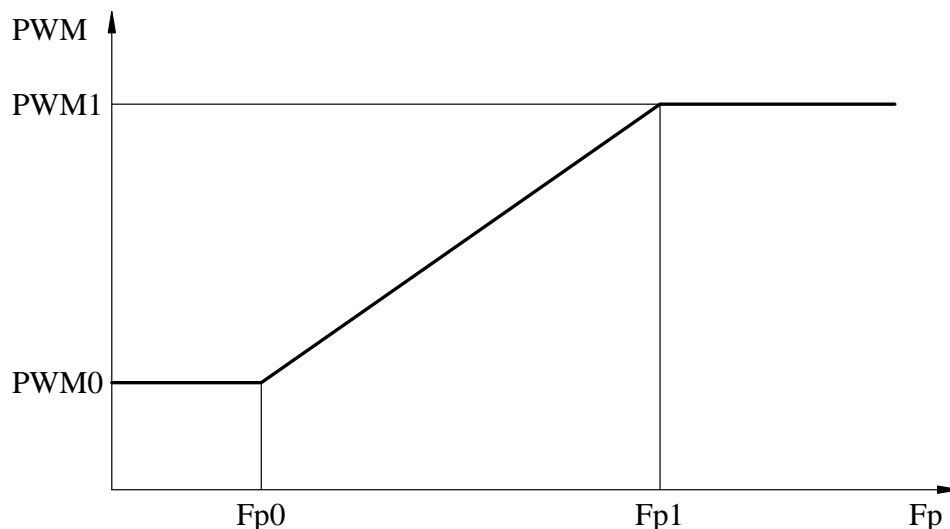

Рис. 7. Зависимость выходного относительного напряжения от частоты и табличных параметров.
3.9.9. Тип 4 – параметры кривой выходного относительного напряжения ($PWM=f(Fr)$) (рис.7) и дополнительные параметры.